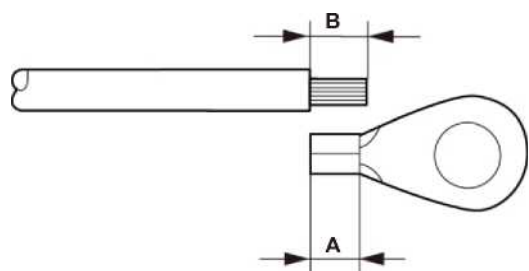

Figura 5.8 Longitud adecuada
- 3) Pele el aislamiento del cable de tierra a una longitud adecuada (vea la Figura 5.8).